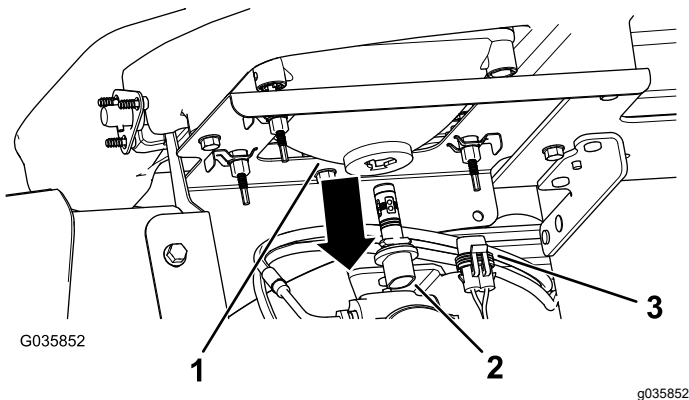

Figura 40
- Desconecte el conector eléctrico del arnés de cables del conector de la lámpara, en la parte trasera de la carcasa del faro (Figura 40).
- Retire el conjunto de la lámpara girándola $\frac{1}{4}$ de vuelta en sentido antihorario y desplazándola hacia atrás (Figura 40).
- Instale el conjunto de lámpara nueva y la carcasa del faro y alinee las pestañas del conjunto de la lámpara con las ranuras de la carcasa del faro (Figura 40).
- Sujete el conjunto de la lámpara girándola $\frac{1}{4}$ de vuelta en sentido antihorario (Figura 40).
- Conecte el conector eléctrico del arnés de cables al conector del conjunto de la lámpara nueva (Figura 40).